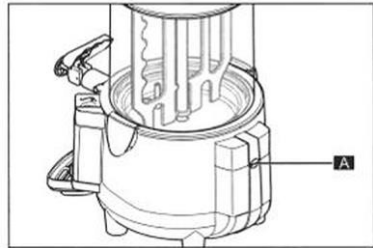

Fig. 2
4. Retire el tornillo de sujeción (A) con una herramienta adecuada (Fig. 2).